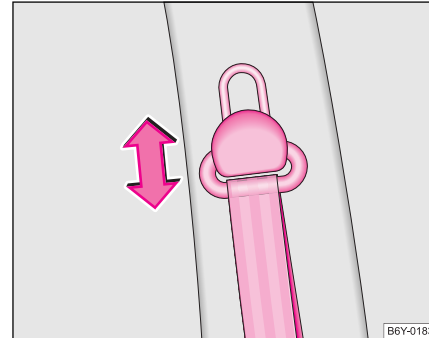

Abb. 105 Vordersitz:
- Zum Einstellen drücken Sie auf den Umlenkbeschlag und verschieben ihn nach oben bzw. unten → Abb. 105.